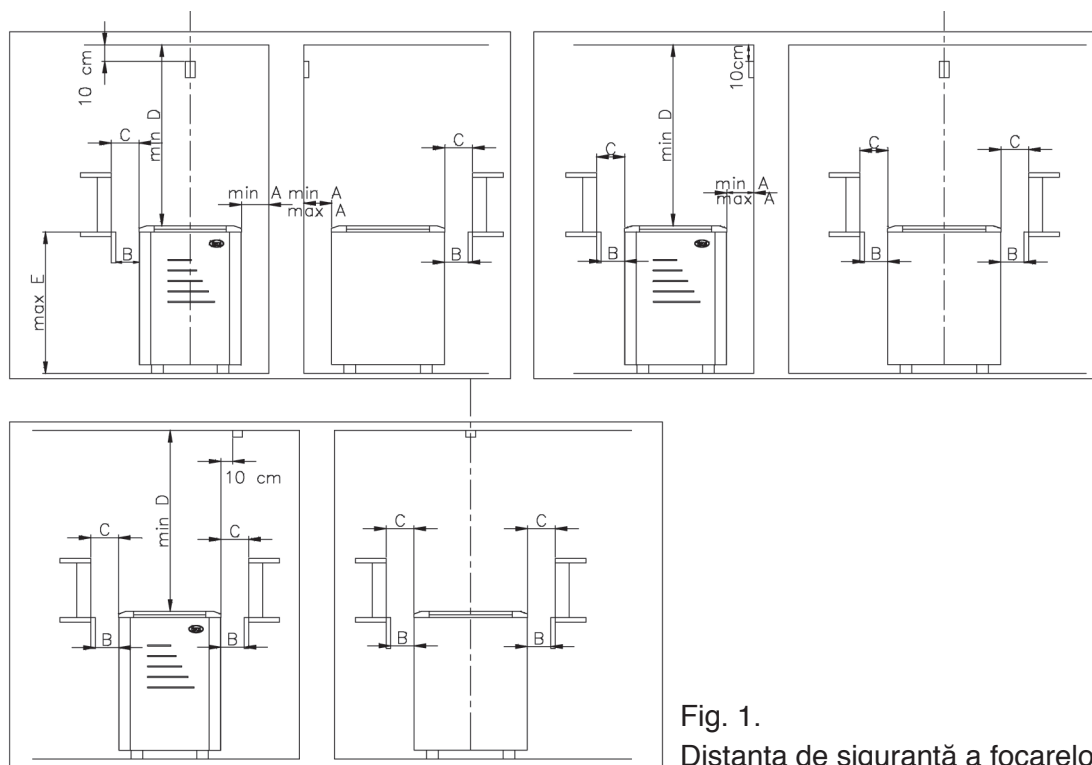

Fig. 1.
**) vezi fig. 1
- La montarea focarului electric trebuie să se țină cont de distanța de siguranță (Vezi fig. 1)